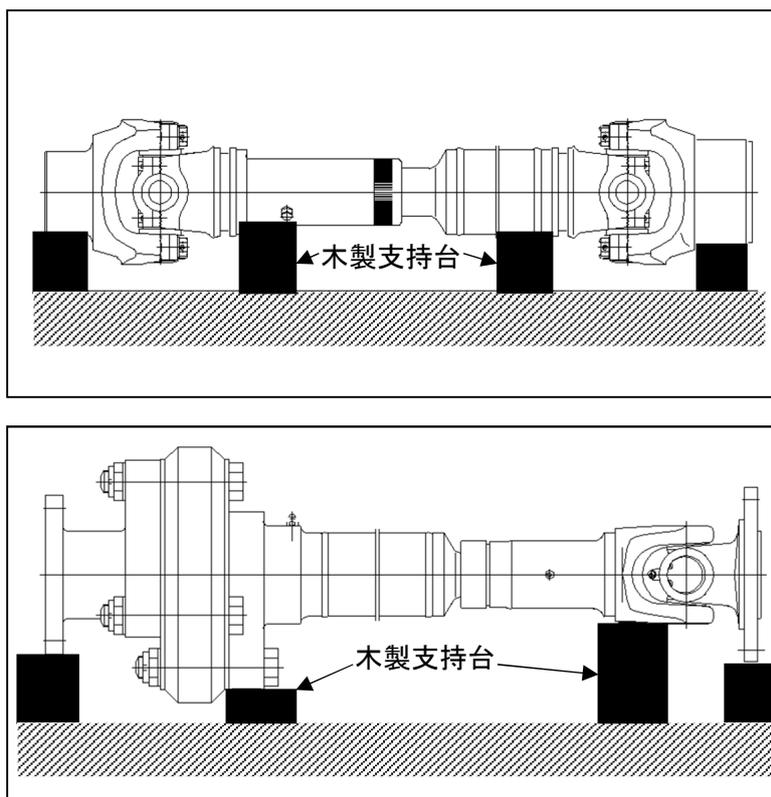

図2 保管方法
- 長期保管する場合は、木製の支持台に載せ、両側のクロスキット部に無理な力がかからないようにして下さい(図2参照)。また、塵埃を避けるため、必ず布やビニール製のシートで覆って下さい。長期保管した物を使用する時は十分に給脂を行った後、ご使用願います。給脂については8頁「5項、給脂」をご参照下さい。